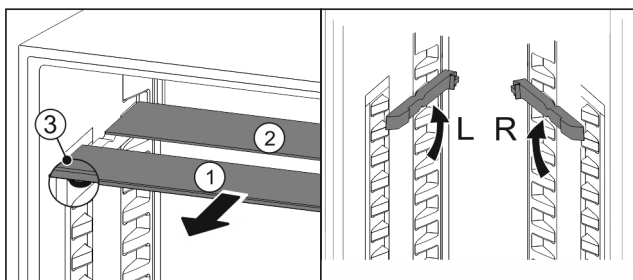

Fig. 35
- ▶ Glasplatten einzeln nach vorne herausziehen Fig. 35 (1).
- ▷ Glasplatte Fig. 35 (1) mit Zierleiste liegt vorne.
- ▷ Stopps Fig. 35 (3) zeigen nach unten.